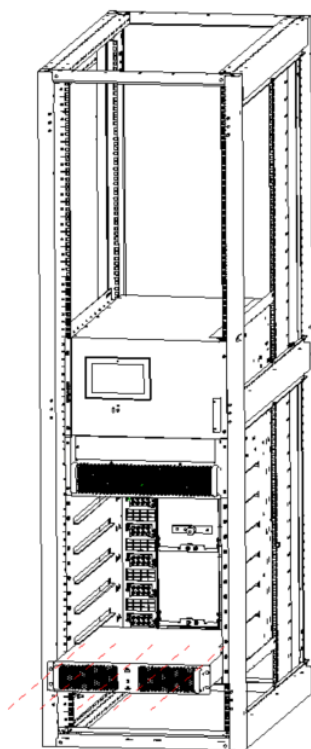

Рисунок 3-9. Схема монтажа
4. Вставить модуль в ИБП и закрепить панель модуля винтами, как показано на рис. 3-9.